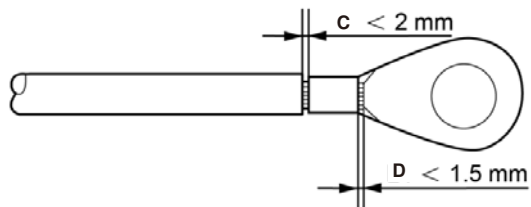

Figure 5.8 Dénudage du câble
4. Insérez le fil dénudé dans la zone de sertissage de la borne OT et utilisez la pince hydraulique pour sertir la borne sur le fil (voir la figure 5.8).